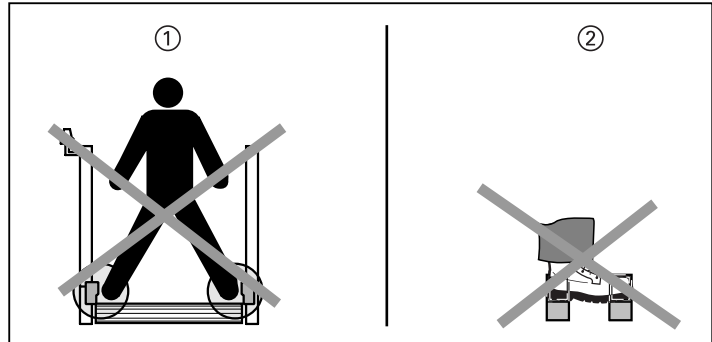

Fig. 2-1: Distribuição dos sensores de silenciamento
1. Os sensores de silenciamento têm que estar distribuídos de forma a que fique excluída a possibilidade do silenciamento ser inadvertidamente activado por alguém. (Fig. 2-1).